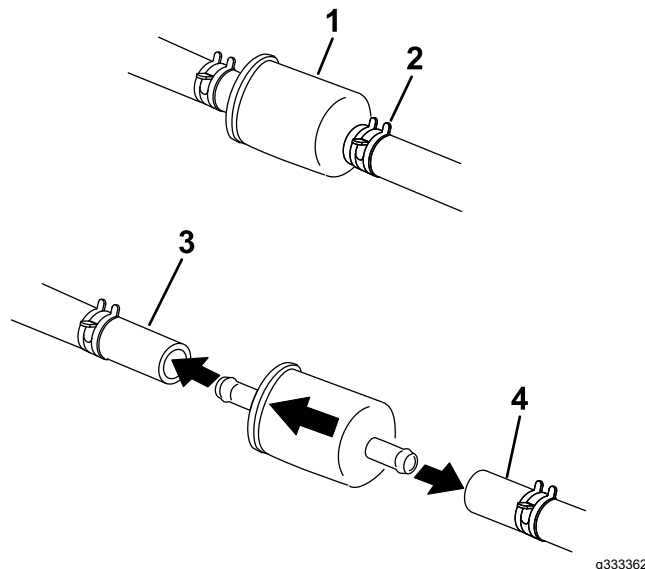

Figure 52
4. Fermez le robinet d'arrivée de carburant sous le siège (Figure 52).
5. Pincez les extrémités des colliers et éloignez les colliers du filtre (Figure 52).
7. Posez un filtre neuf et rapprochez les colliers de fixation du filtre (Figure 52).